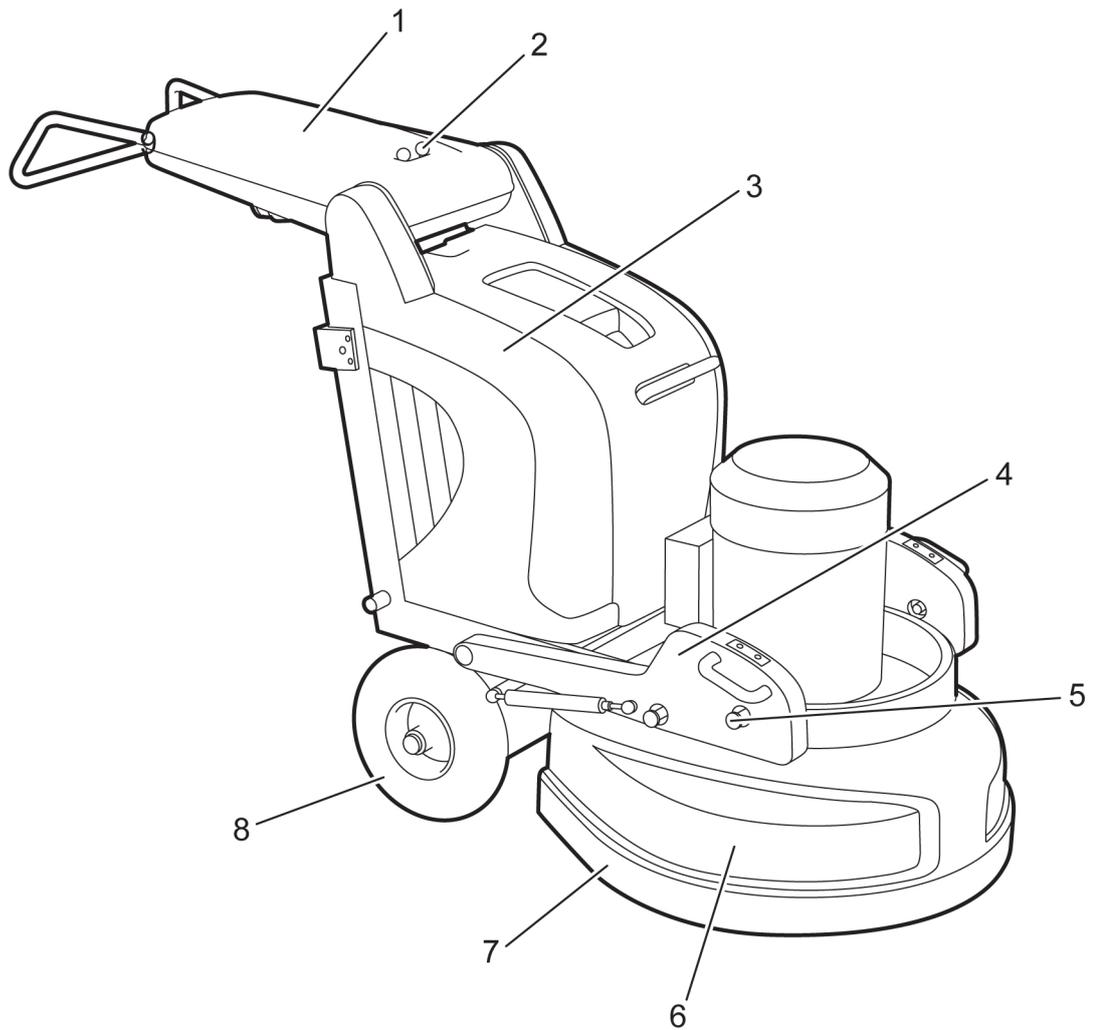
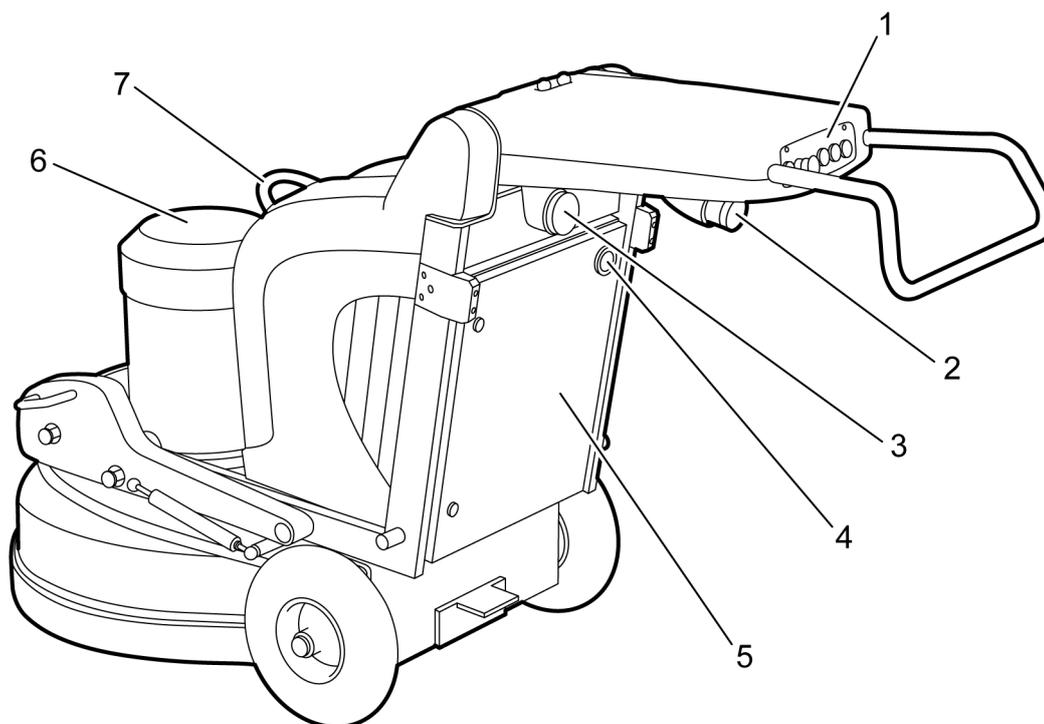

Figure 3-1. Partie avant de la machine.
Figure 3-2. Partie arrière de la machine
Pour les caractéristiques des principaux composants de la machine, voir *Figure 3-1, page 9* et *Figure 3-2, page 10*. Comme elle est équipée de quatre disques abrasifs, la machine est parfaitement équilibrée et se laisse manœuvrer facilement. De plus, cette configuration assure un meilleur rendement de travail et donne un résultat plus soigné. Elle dispose d'un système de poids intégré pour le réglage de la pression de ponçage, ce qui en fait un outil de travail hautement polyvalent.
1. **Power** - Témoin de veille : Ce témoin signale que les fonctions de la machine sont activées. Il est vert lorsque vous tournez la clé de contact (7) vers la droite « On ».
3. **Reset** - Réinitialisation de l'électronique : En cas de défaillance de la machine, on peut la réinitialiser en enfonçant le bouton pendant deux secondes. Si un code de panne a été généré, celui-ci apparaît sur l'afficheur de l'armoire électrique, voir Figure 3-2, page 10.